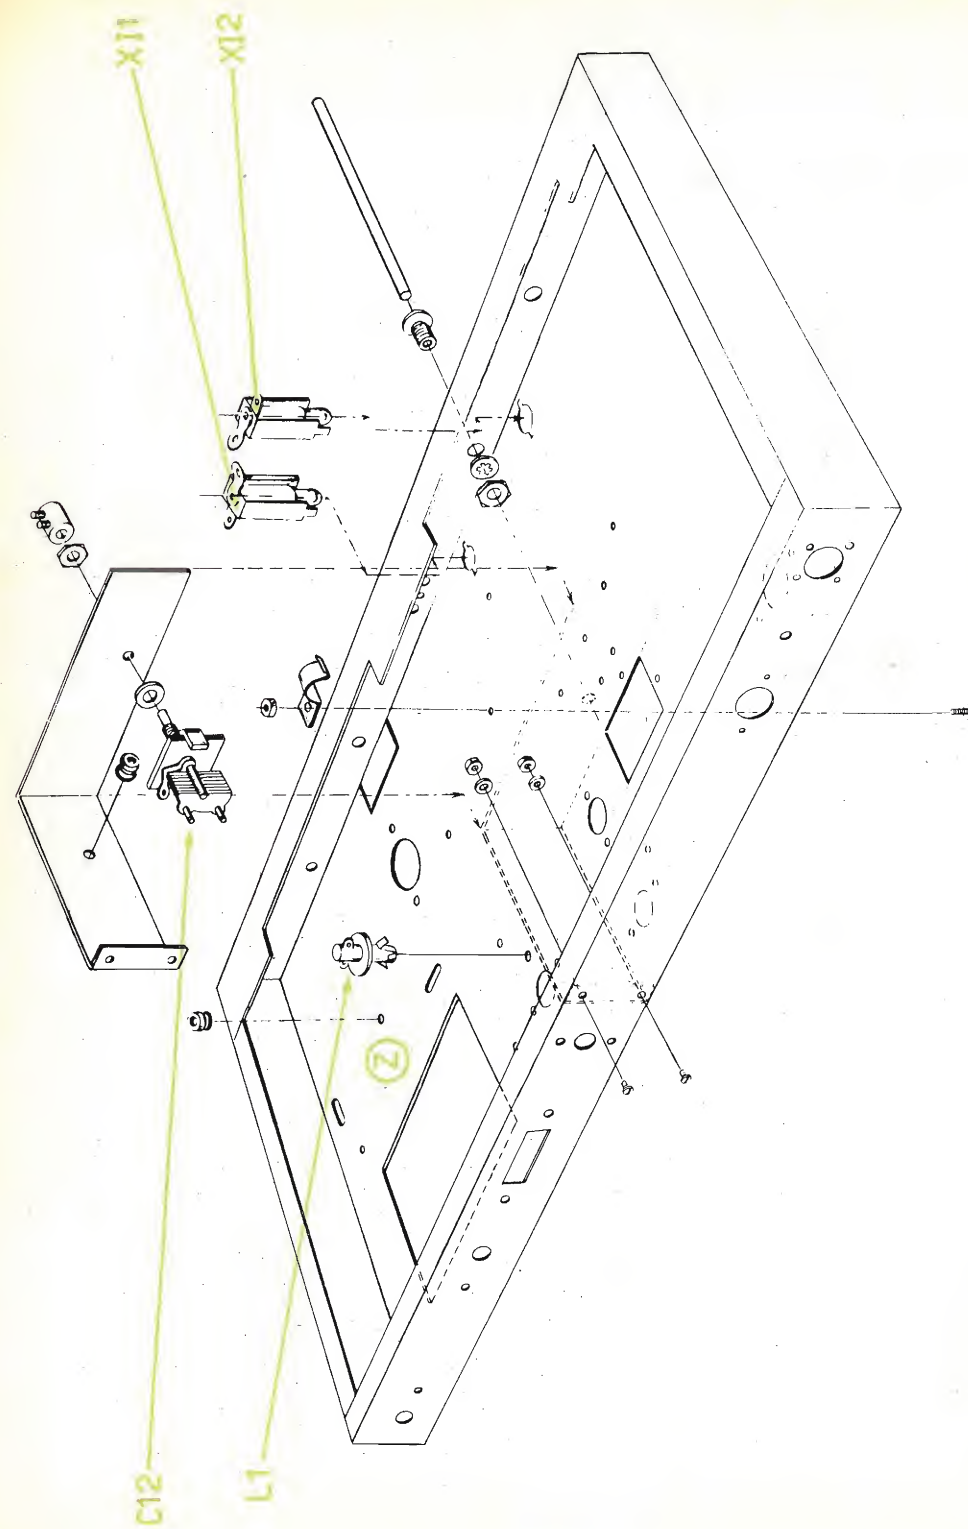

Fig. 1A - Montaggio dei componenti sulla parte inferiore dello chassis.
- 1 - Montare un fissa-cavo metallico vicino al terminale TB5 come da fig. 1A e 5. Usare vite, rondella e dado da 6/32.
- 5 - Montare il piccolo condensatore variabile C12 (Stock 29009) sullo schermo come da fig. 1A. Non bloccarlo a fondo.